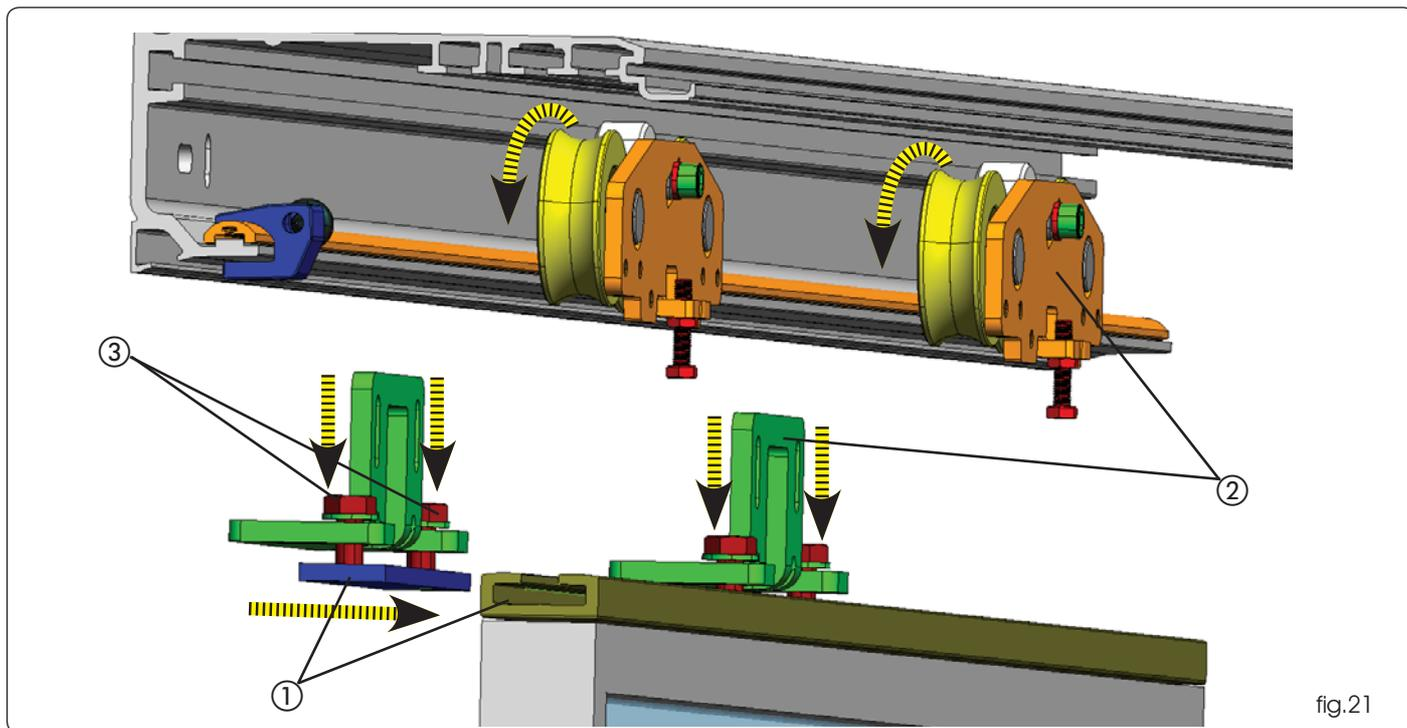

fig.21
Ensuite, monter la plaque supérieure du chariot sur le profil de guidage fig. 21 réf. ② ainsi que la plaque inférieure du chariot ; l'insérer dans le profil de fixation du vantail fig. 21 réf. ① et fixer avec les boulons fig. 21 réf. ③ .